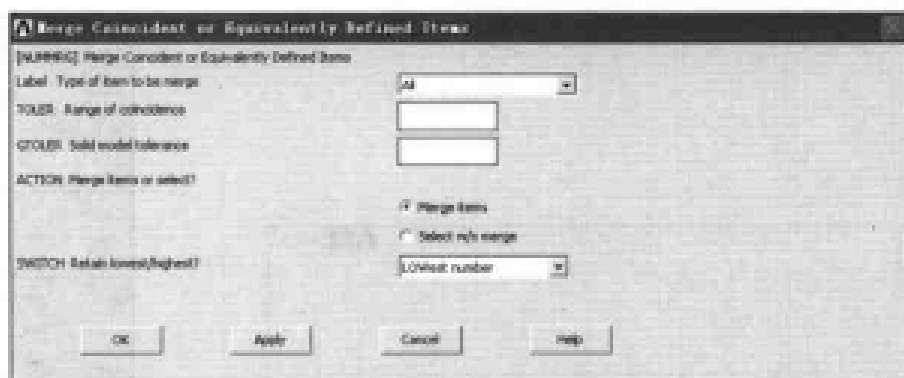

图 13-104 合并实体对话框
(22) 选择 Main Menu | Preprocessor | Modeling | Create | Lines | Splines | Spline thru KPs 命令, 出现 B-Spline 菜单, 在文本框中输入 17, 29, 28, 22, 单击 OK 按钮关闭该菜单。
(23) 选择 Main Menu | Preprocessor | Modeling | Create | Lines | Line Fillet 命令, 出现 Line Fillet 菜单, 在文本框中输入 14, 17, 单击 OK 按钮, 出现 Line Fillet 对话框, 在 NL1,NL2 Intersecting lines 两个文本框中依次输入 14、17, 在 RAD Fillet radius 文本框中输入 0.03, 单击 OK 按钮关闭该对话框。
(24) 选择 Main Menu | Preprocessor | Modeling | Create | Lines | Line Fillet 命令, 出现 Line Fillet 菜单, 在文本框中输入 11, 17, 单击 OK 按钮, 出现 Line Fillet 对话框, 在 NL1,NL2 Intersecting lines 两个文本框中依次输入 11、17, 在 RAD Fillet radius 文本框中输入 0.15, 单击 OK 按钮关闭该对话框。
(25) 选择 Main Menu | Preprocessor | Modeling | Reflect | Lines 命令, 出现 Reflect Lines 菜单, 单击 Pick All 按钮, 出现 Reflect Lines 对话框, 在 Ncomp Plane of symmetry 选项组中选中 X-Z plane Y 单选按钮, 单击 OK 按钮关闭该对话框。
(26) 选择 Main Menu | Preprocessor | Numbering Ctrl | Merge Items 命令, 出现 Merge Coincident or Equivalently Defined Items 对话框, 在 Label Type of item to be merge 下拉列表框中选择 All 选项, 如图 13-104 所示, 单击 OK 按钮关闭该对话框。